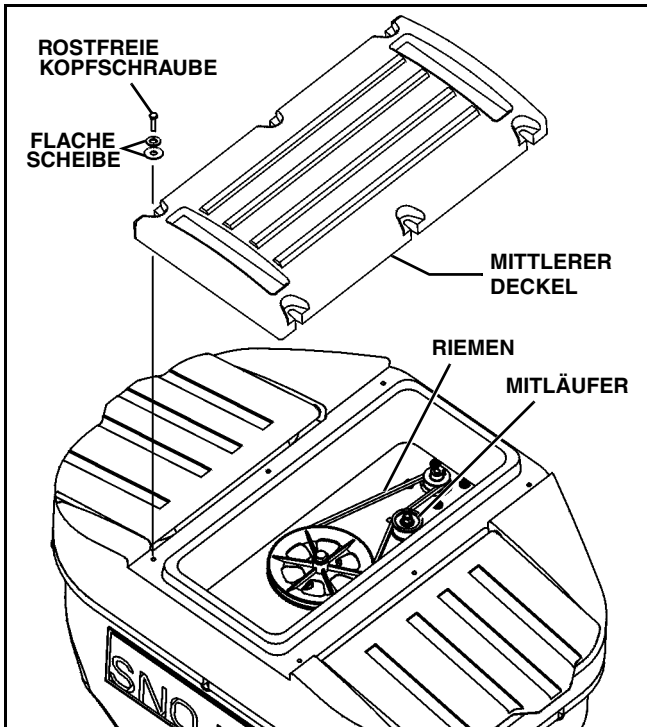

Abb. 3-9
3. Die mittlere Abdeckung vom Trichter durch Lösen der Kopfschrauben aus rostfreiem Stahl, die die Abdeckung halten, entfernen. (Siehe Abb. 3-9)